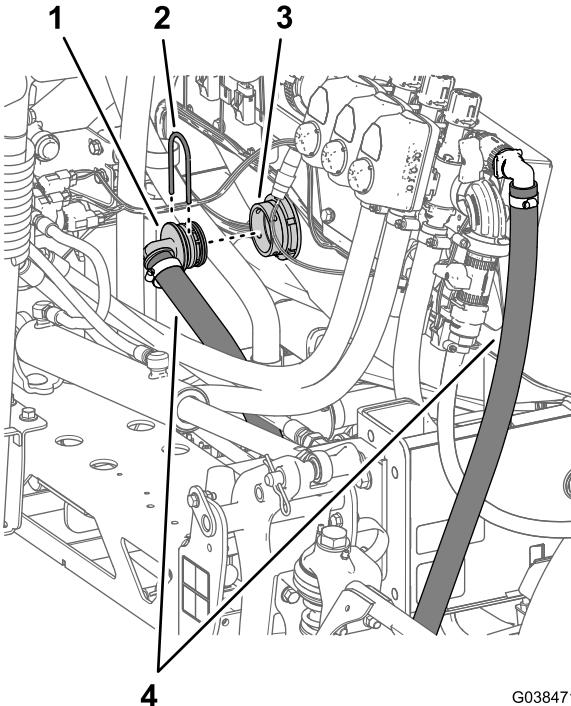

图100
3. 如 图100 中所示将喷洒臂段旁通软管绕右机架槽布位于打药车药缸内的隔板接头。
4. 将喷洒臂段旁通软管的 90° 宝塔接头装入隔板接头 图100。
5. 使用在 卸下喷洒臂段旁通软管 \(页码 13\) 的步骤 1 中卸下的卡环大将 90° 接头固定到隔板接头上 图100。